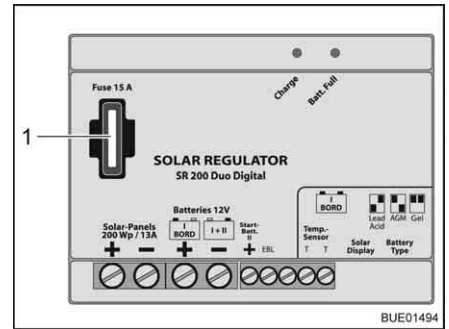

Fig. 118 Fusible del regulador de carga solar 200 W
- Cambiar el fusible plano 15 A/azul (Fig. 118,1).